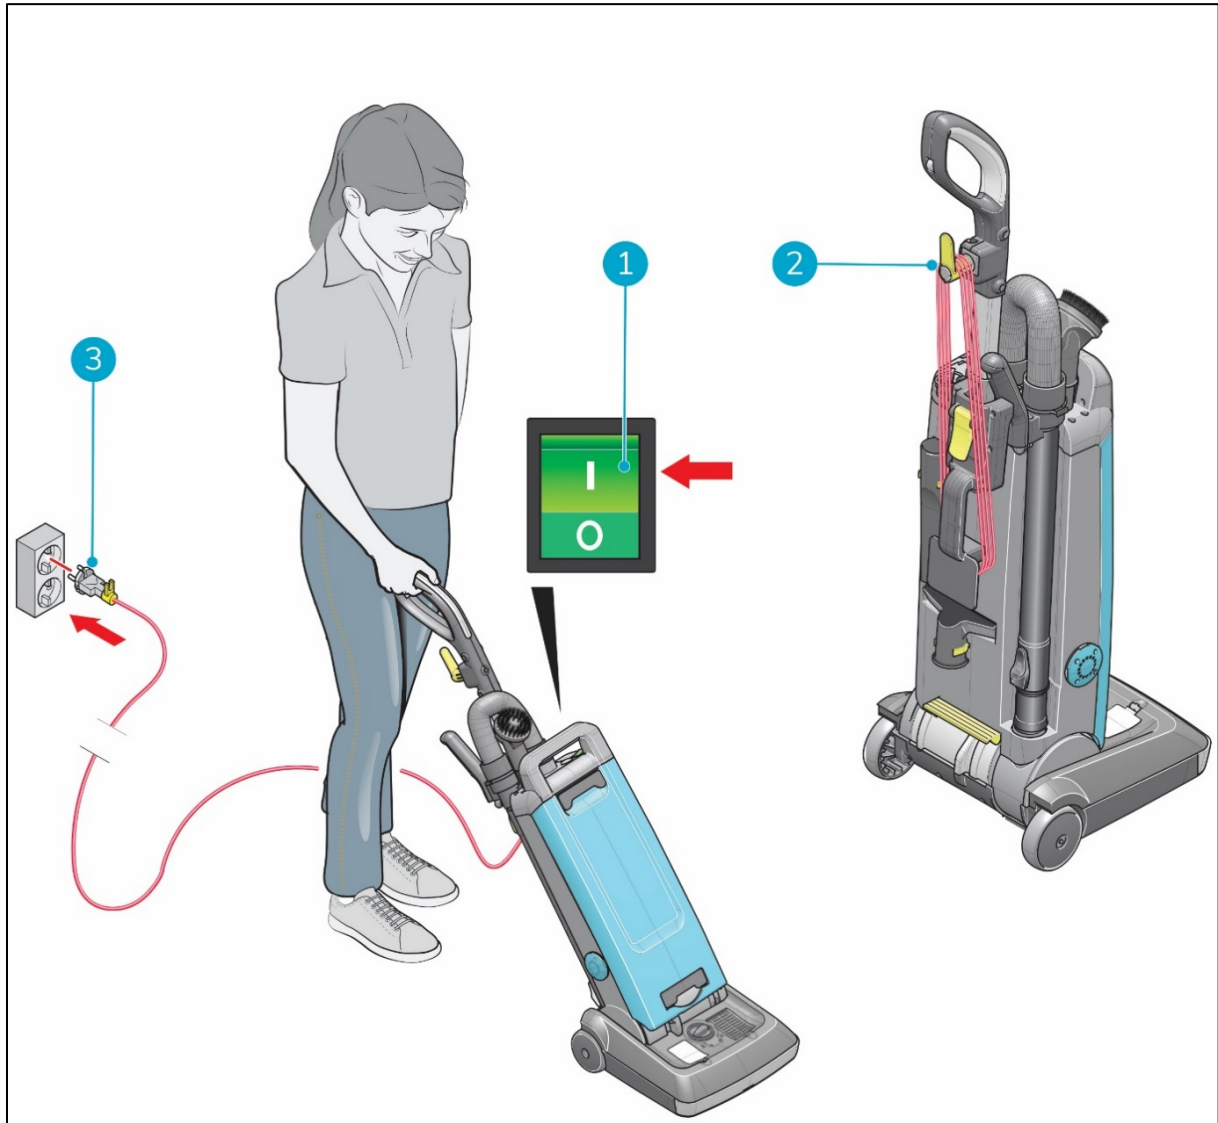

Figura 20
1. Prima o interruptor ON/OFF (ligar/desligar) (Figura 20, posição 1) na parte superior do corpo principal do equipamento para desligar o i-vac 30UR®.
2. Remova o cabo de alimentação principal da tomada de parede (Figura 20, posição 3).
3. Enrole o cabo de alimentação principal em redor do gancho e da pega traseira (Figura 20, posição 2).